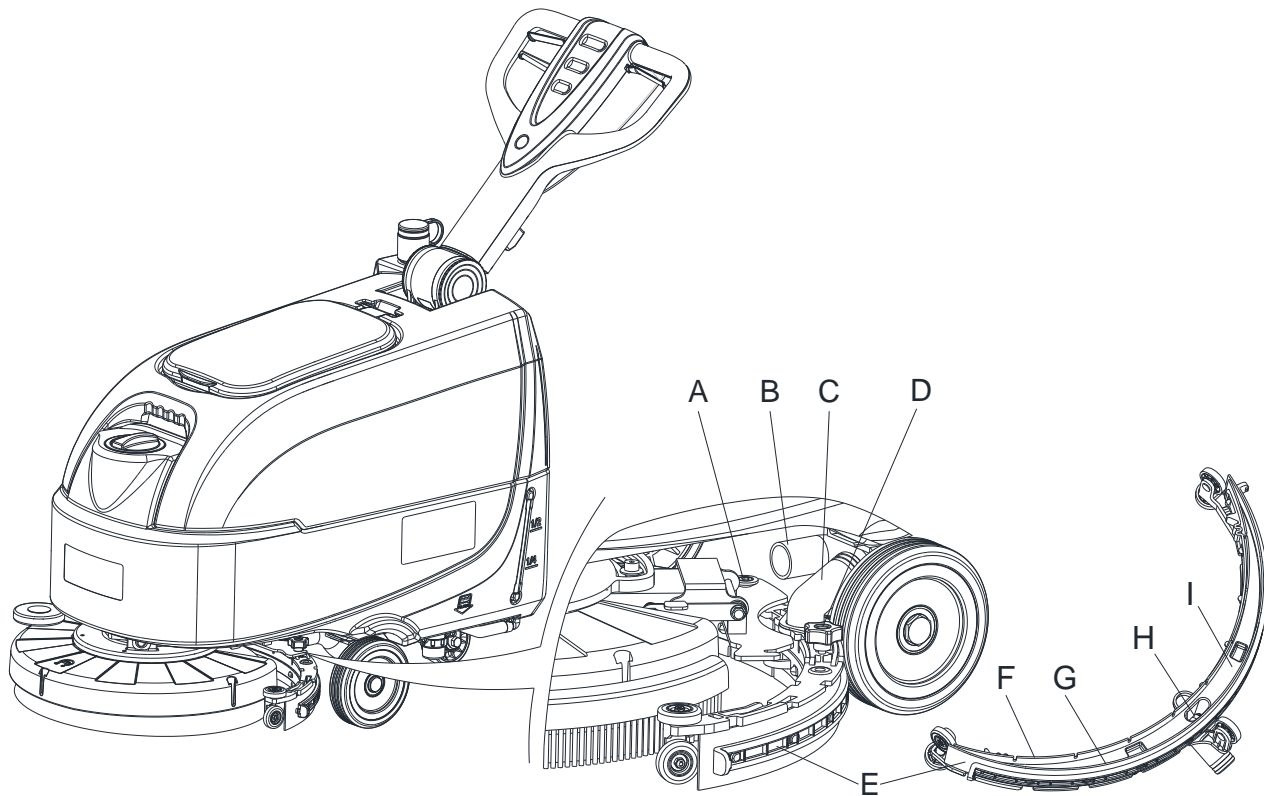
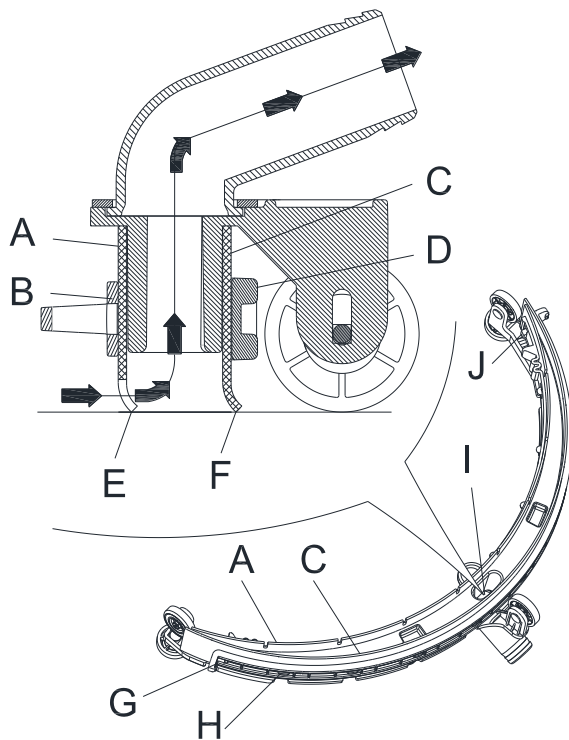

Figure 2
Figure 3
6. Contrôler l'état des lames avant (A, Figure 3) et arrière (C) en vérifiant qu'ils ne présentent pas de coupures ni de déchirures ; le cas échéant, les remplacer comme suit. Contrôler que l'arête avant (F) de la lame arrière n'est pas usée ; dans le cas contraire, tourner la lame, pour remplacer l'arête usée par l'une des trois arêtes intactes. Si les autres coins sont usés, remplacer aussi la lame selon la procédure suivante :
- À l'aide de la patte (G), libérer et retirer la bande élastique (D) des dispositifs de retenue (H), puis remplacer ou renverser la lame arrière (C).
- Pour la repose de la lame, procéder dans l'ordre inverse de la dépose. Fixer la bande élastique (D) aux dispositifs de retenue (H) en partant d'un côté. Pour simplifier la procédure de fixation, fixer les attaches une par une en bloquant d'une main la sangle avant l'attache et en la tirant de l'autre main.
- Dégager la barre de fixation (B) des dispositifs de retenue (J).
- Remplacer (ou renverser) la lame avant (A), puis remonter la barre de fixation (B).
7. Installer la raclette (E, Figure 2) et serrer le bouton (D, Figure 2).
8. Branchez le tuyau d'aspiration (B, Figure 2) à la raclette (C, Figure 2).